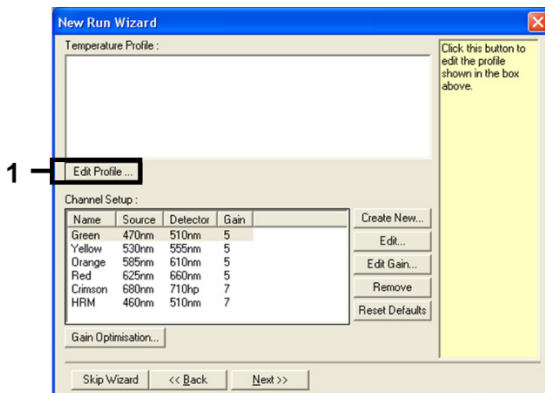

Figure 3. Modification du profil.
5. Cliquer sur « Edit Profile » (Modifier le profil) dans la boîte de dialogue « New Run Wizard » [Assistant nouveau cycle] (figure 3) puis définir les paramètres des cycles comme indiqué dans les étapes suivantes.